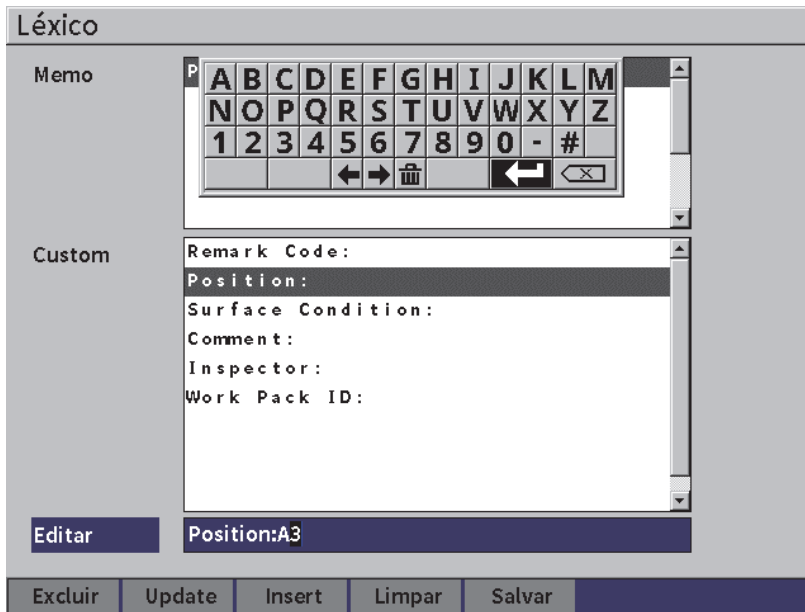

Figura 9-21 Página léxico de memorando — Editar etiqueta
7. Insira até 32 caracteres usando o teclado virtual, o botão de ajuste e a tecla Enter (veja Figura 9-21 na página 148).